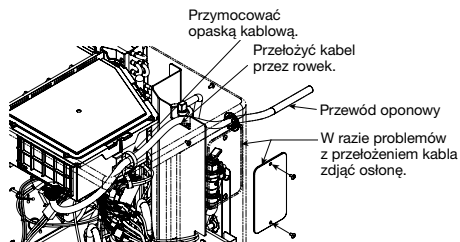

Rys. 4-2
- 2 Zdjąć pokrywę zacisków i pokrywę dławika kablowego (Rys. 4-2)
- 6 Założyć pokrywę zacisków *2 (Rys. 4-2)